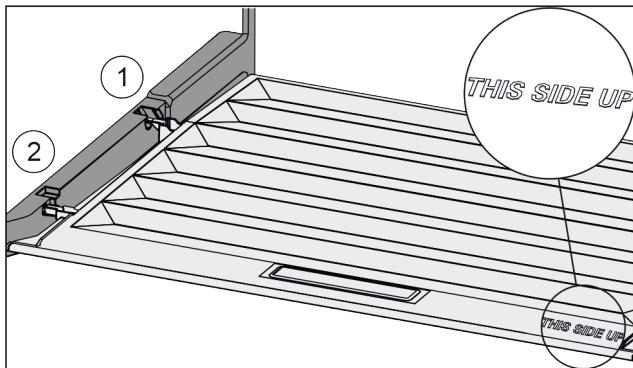

Fig. 27
- Пъхнете шийките на капака през отвора в задния държач Fig. 27 (1) и фиксирайте отпред в държача Fig. 27 (2).